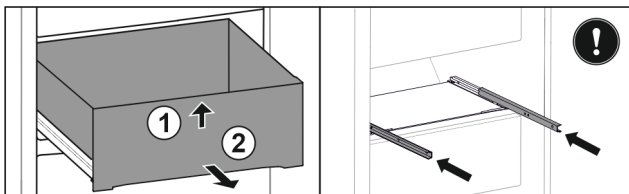

Fig. 45
- ▶ Lade aan de voorkant optillen. Fig. 45 (1)
- ▶ Lade naar voren toe verwijderen. Fig. 45 (2)